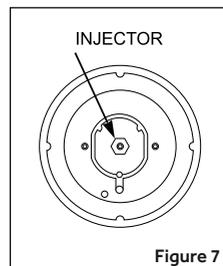

Figure 7
• Umieścić klucz sześciokątny (7 mm) we wsporniku palnika (rysunek 7*)